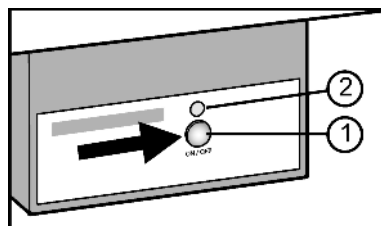

Fig. 6
- ▶ Druk op de toets On/Off Fig. 6 (1), zodat de LEDs Fig. 6 (2) branden.